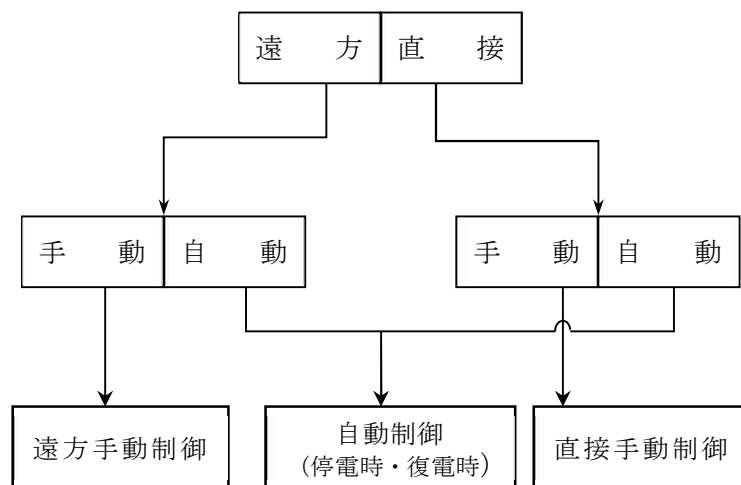
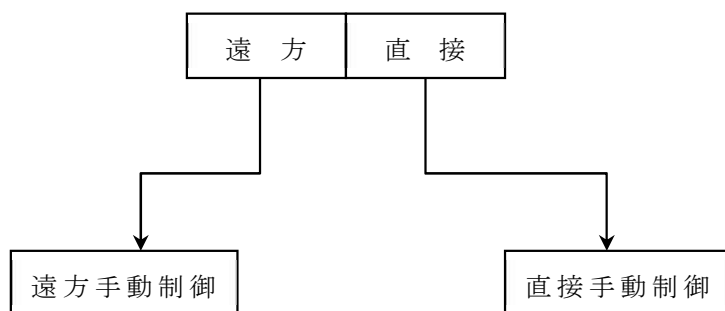

図 2-4-1 受配電制御切換ブロック(自家発電設備有り)
図 2-4-2 受配電制御切換ブロック (自家発電設備なし)
4) 受配電制御切換ブロックを図 2-4-1 及び図 2-4-2 に示す。